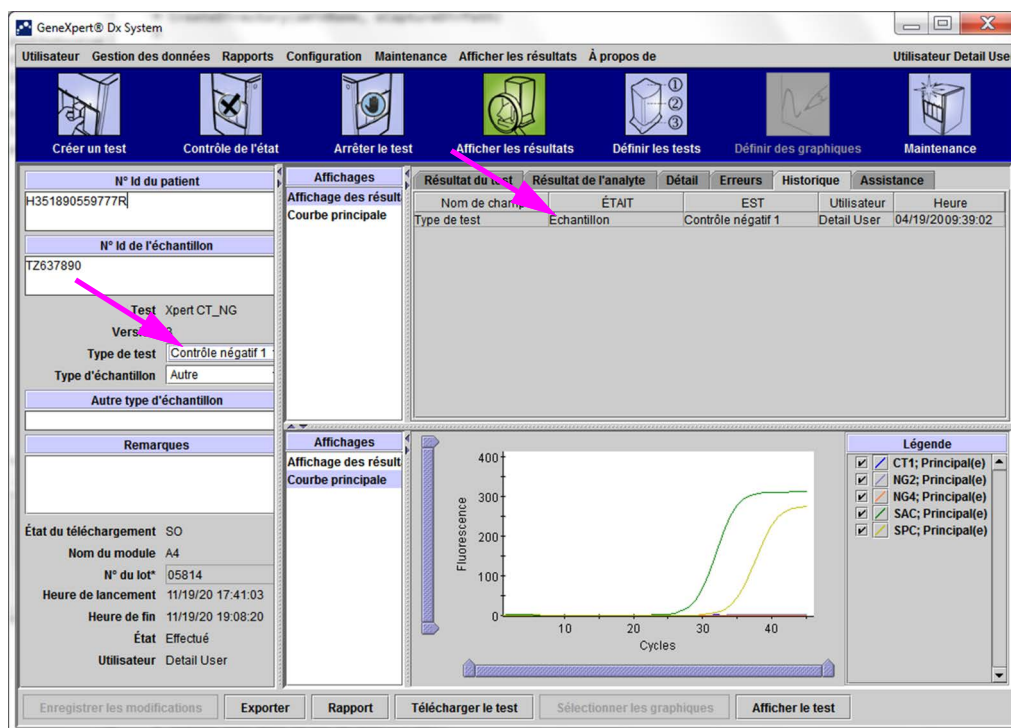

Figure 5-52. Onglet Historique indiquant la modification du type de test de Échantillon en Contrôle négatif
5. Cliquez sur **Oui** pour enregistrer les modifications et poursuivre. Le logiciel suit l'historique des changements (cf. Figure 5-52). Cliquez sur **Non** pour ne pas enregistrer les modifications. L'écran précédent s'affiche et toutes les modifications sont supprimées. Cliquez sur **Annuler** pour ne pas poursuivre et rester dans la même fenêtre. Toutes les modifications effectuées dans la fenêtre restent en place, mais elles ne seront pas enregistrées.